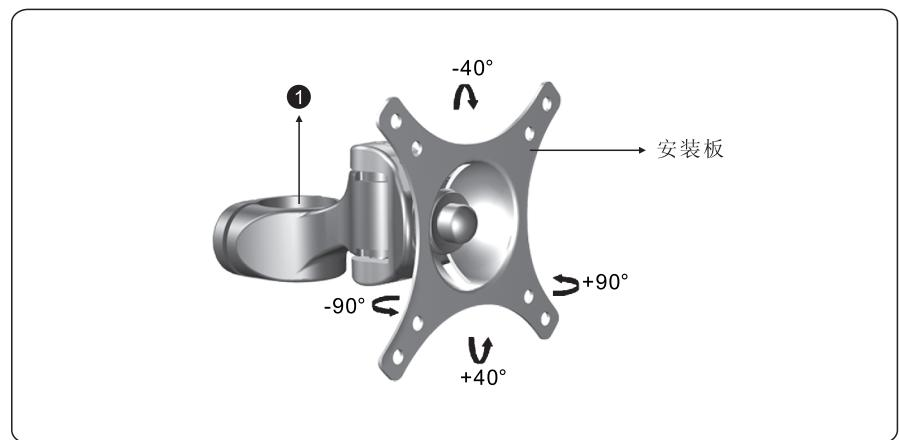

图: 2-1
- 请确保支架在用手扳动时能够容易旋转和倾斜(如图2-1)。如果需要调整的话请在下一步骤之前调整完毕。